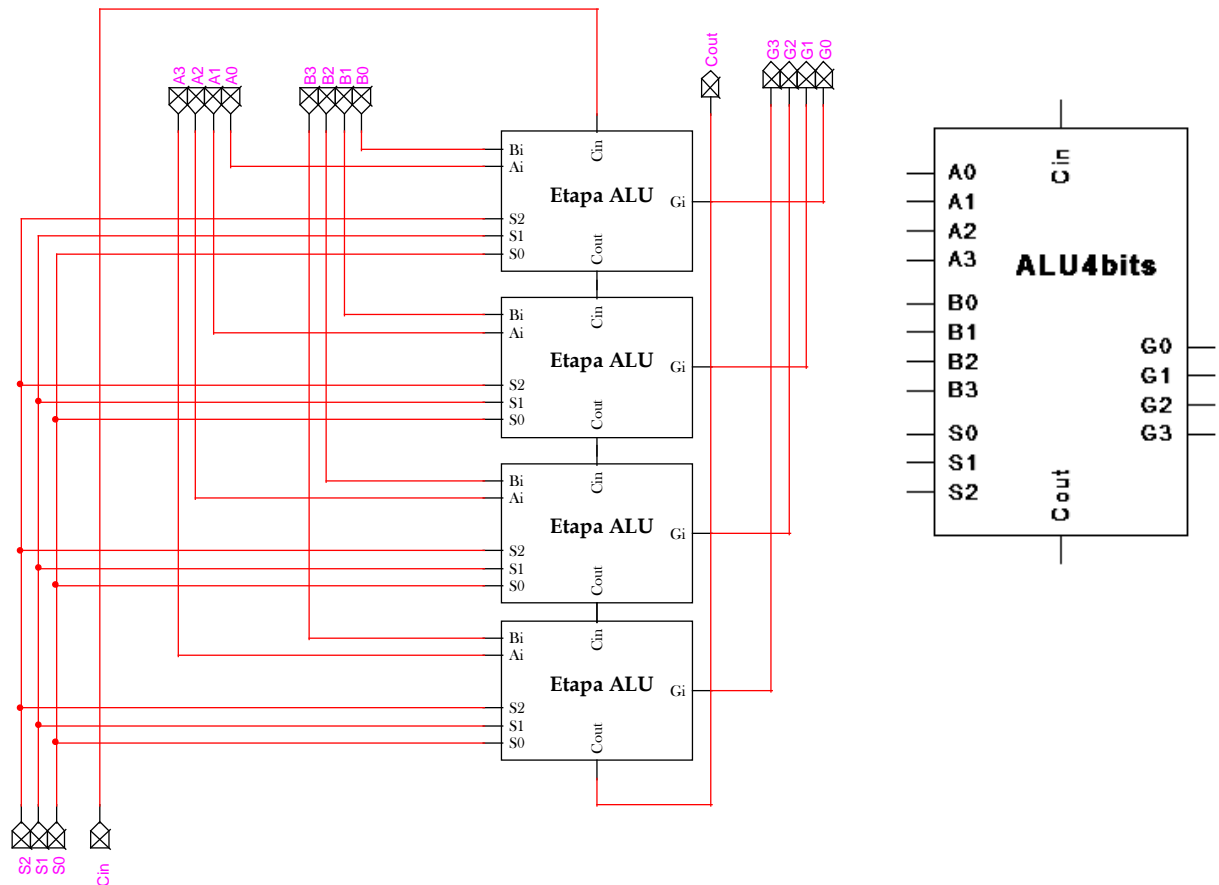
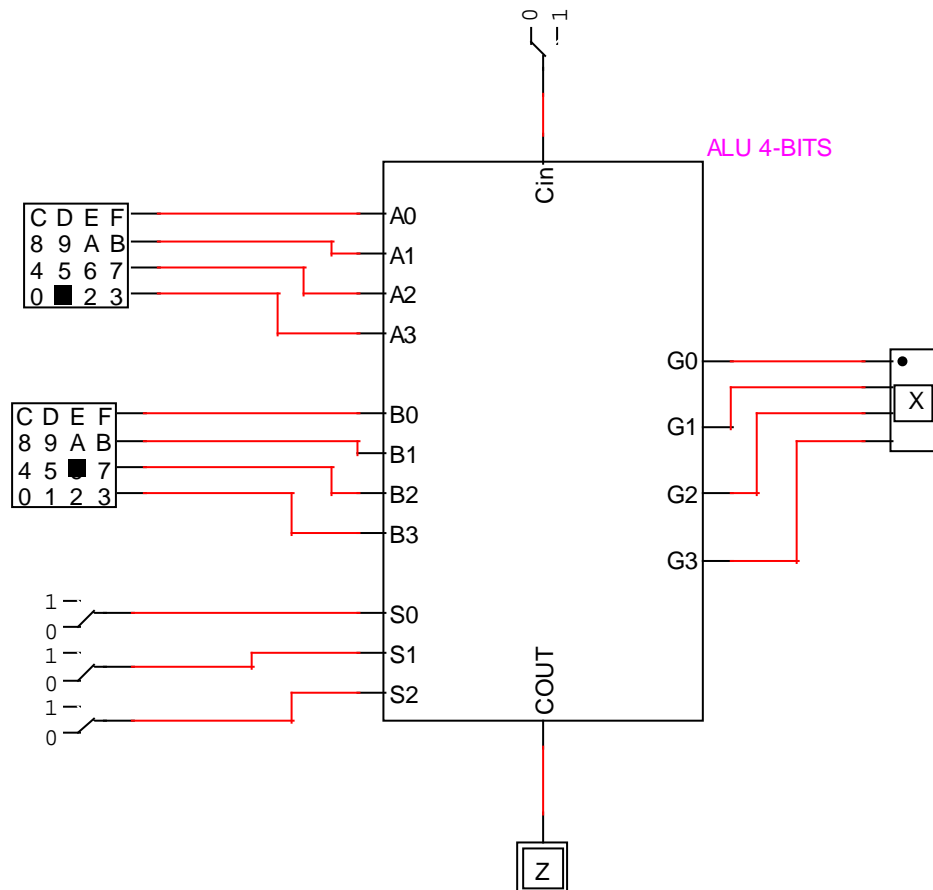

Figura 3.4. Estructura completa de la ALU para palabras de 4 bits.
Figura 3.5. Circuito de prueba de la ALU de 4 bits.
En la Figura 3.4 se ilustra el diseño y “encapsulado” de una ALU de 4 bits, utilizando 4 Etapas ALU de un bit, como las diseñadas en la Figura 3.3.
- Realice en LogicWorks la ALU de la *Figura 3.4* y **el circuito de prueba de la Figura 3.5**. Para ello, use (de la biblioteca *Simulation IO.clf*) dos componentes HEX KEYBOARD wo/STB para generar los datos $A_3A_2A_1A_0$ y $B_3B_2B_1B_0$, un componente HEX_DISPLAY para visualizar las salidas $G_3G_2G_1G_0$, cuatro BINARY SWITCH para generar las señales $S_2S_1S_0C_{in}$, y un BINARY PROBE para visualizar la salida C_{out} y así realizar la prueba experimental del circuito.